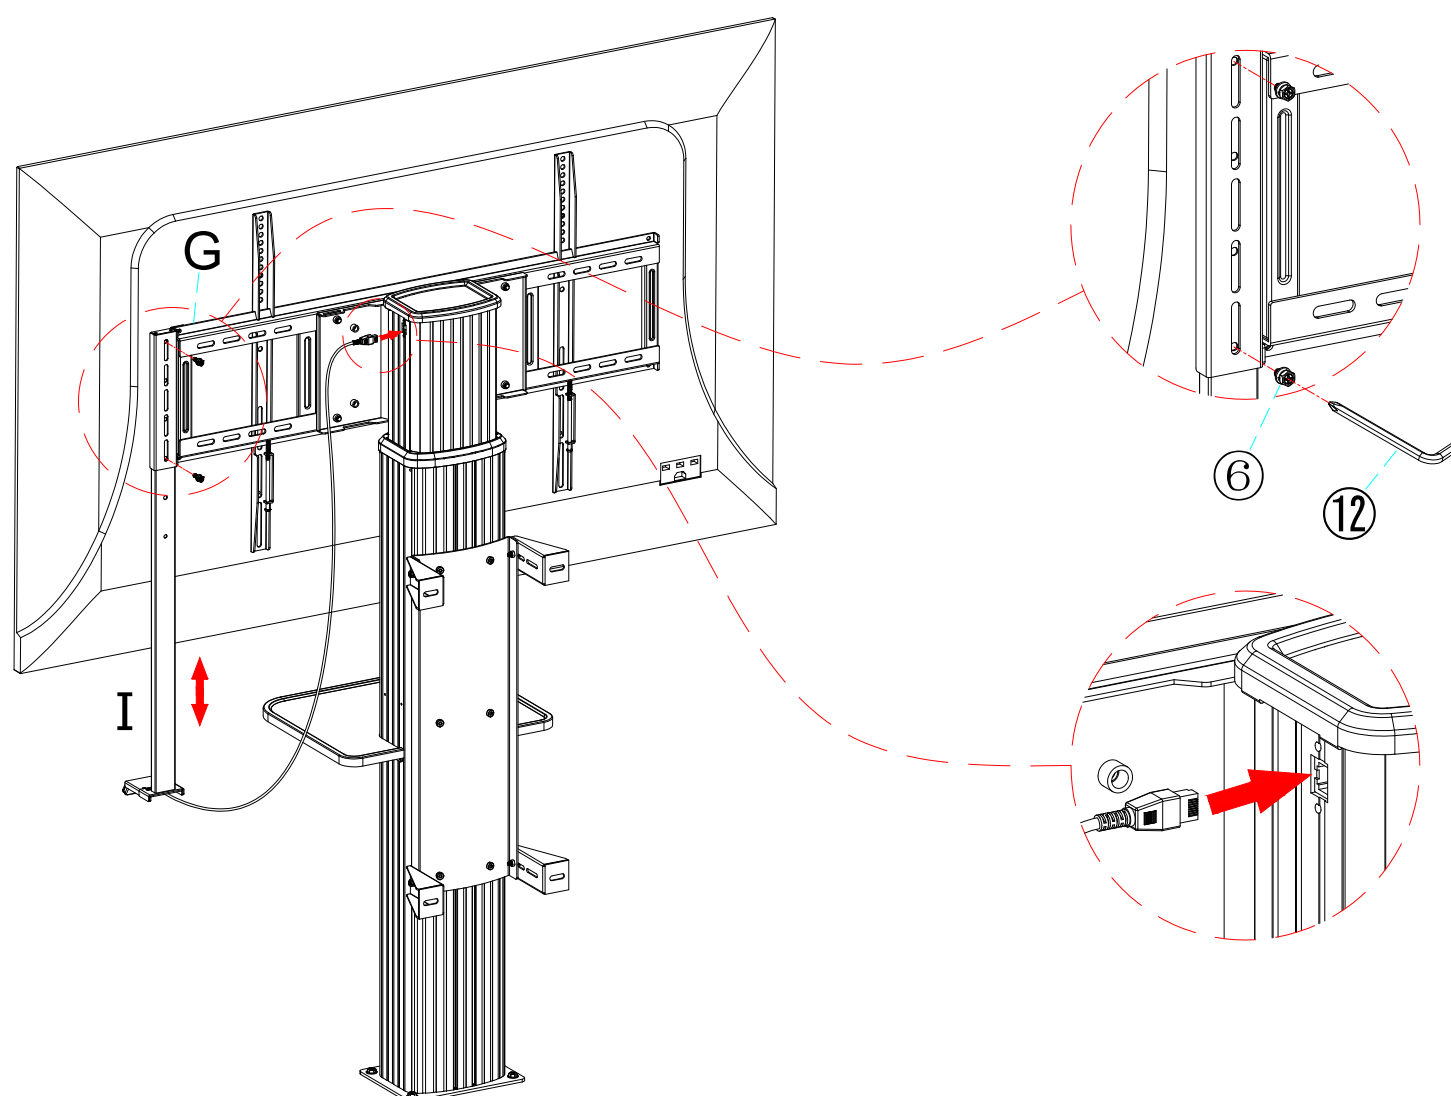

Figure 9
Étape 9 : Assembler le support de la télécommande (I) et la plaque murale (G), le déplacer vers le haut et vers le bas, en fonction de la hauteur de l'écran.
Au bord de l'écran, la verrouiller avec 2 vis (③) puis insérer le connecteur de la télécommande dans le RJ45 sur le coté de la colonne pour la connexion. (Figure 9)